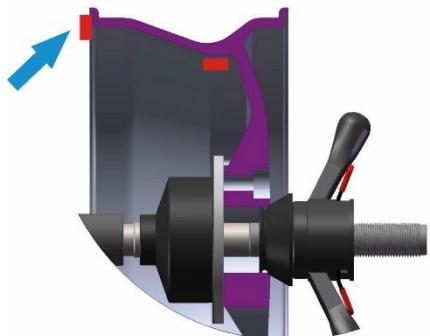

Abb. 3.1
4. Rotieren Sie das Rad mit der Hand. Sobald alle LEDs der Positionsanzeige Innen aufleuchten kann das Gewicht auf der Innenseite angebracht werden Abb.3 bzw. im Modus Alu-1 Abb. 3.1